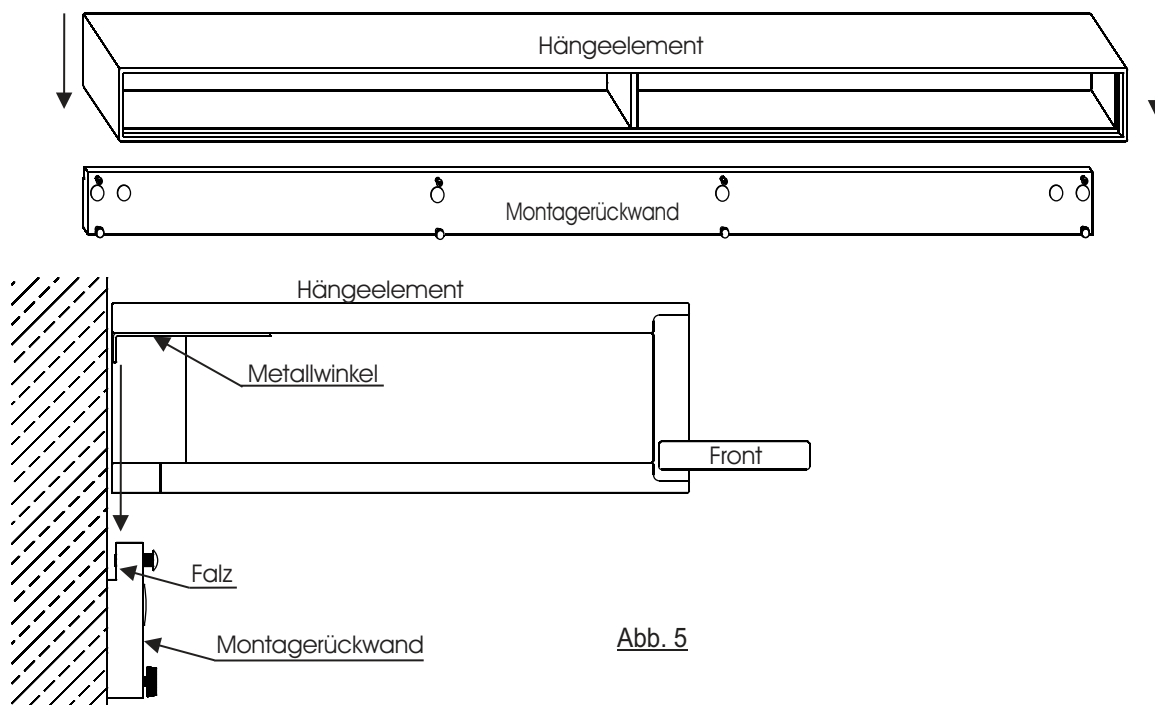

Abb. 5
4. Richten Sie das Möbel durch drehen der Sockelgleiter aus. Stirnseitig positionierte Gleiter werden von außen mit der Hand gedreht. (Abb. 4) Die innenliegenden Gleiter können von Innen mit einem Sechskantschlüssel ausgerichtet werden. (Abb. 5) Falls die innenliegenden Bohrungen sichtbar sein sollten, werden Sie mit einer Abdeckkappe verschlossen. (Abb. 6)
8. Setzen Sie das Element vorsichtig auf die Montagerrückwand. Der Metallwinkel des Oberbodens vom Hängeelement wird hierbei in die Falz der Montagerrückwand hineingeführt. (Abb. 5)